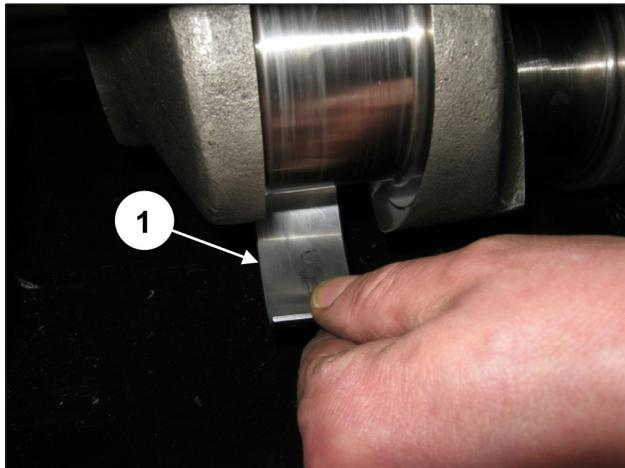

Abb. 20
Ziehen Sie die drei oberen Lagerschalen der Pleuelhälften ab (Pos. ①, Abb. 20).